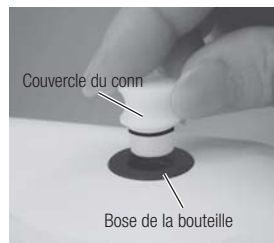

Fig. 3
- 3) Remplacez le couvercle de la bouteille VA et insérez le joint de la bouteille dans le connecteur de base de la bouteille jusqu'à ce que vous entendiez un clic (Fig. 3). Pour enlever la bouteille, soulevez-la.